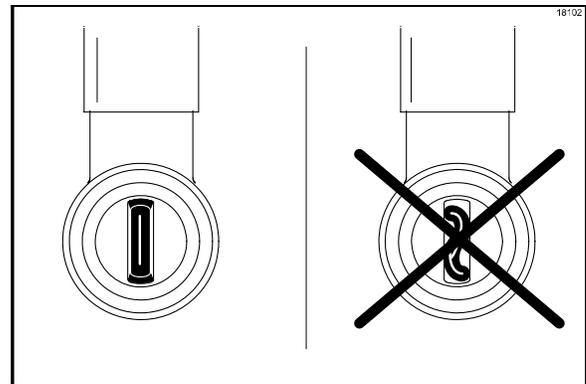

図31
17. ダックビルバルブがシロップのノーズフィッティングの内部に正しく取り付けられていることを確認します。ダックビルバルブの先端部が平坦(ねじれがない)でないと、シロップのもれが起こる可能性があります(図31を参照。)